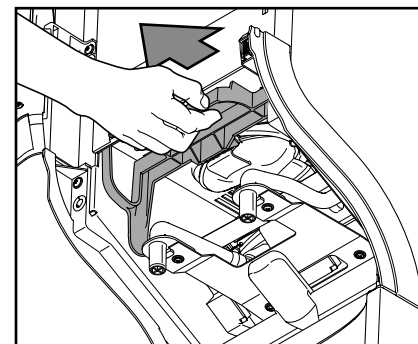

Fig. 44
- d. Tirare il bloccaggio, per sbloccare l'intera unità di miscelazione (fig. 44).